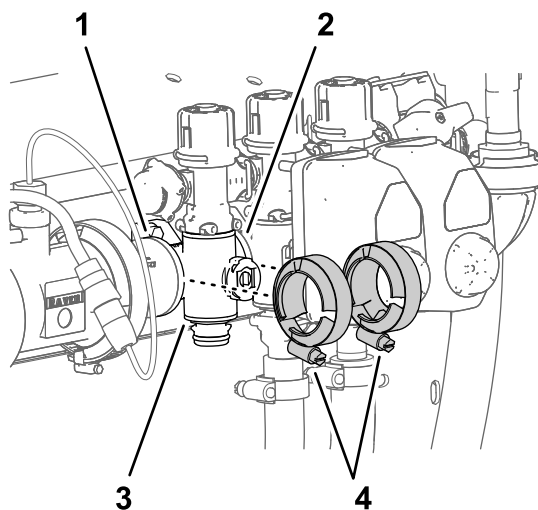

Figura 119
- Monte sem apertar as braçadeiras da flange que retirou em **Remoção da válvula do coletor de secção** (página 86) nas flanges do coletor da válvula de secção da outra válvula de secção e/ou adaptador de acoplamento (**Figura 119**).
7. Aperte as 2 braçadeiras da flange à mão (Figura 119).